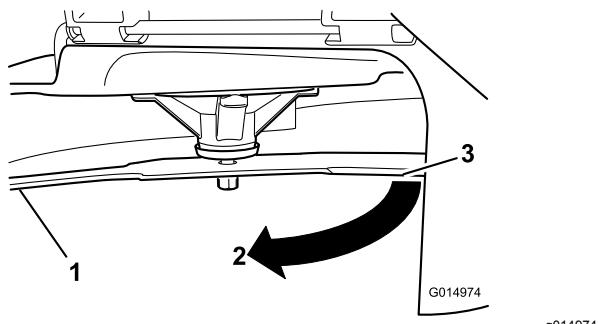

Figura 65
3. Distanza misurata tra la lama e la superficie (A)
4. Ruotate la stessa lama di 180 gradi in modo che il tagliente opposto si trovi ora nella stessa posizione (Figura 65).